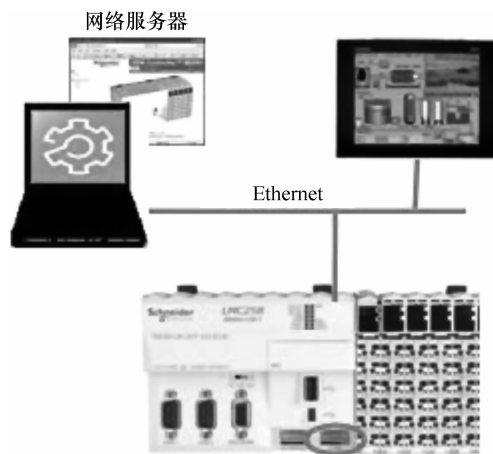

图 2-19 LMC058 逻辑运动控制器以太网的连接
5) 具有一个以太网口, 支持以太网通信, 如图 2-19 所示可以通过以太网编程调试, 也可以通过以太网连接人机界面和多个 PLC 的互连。